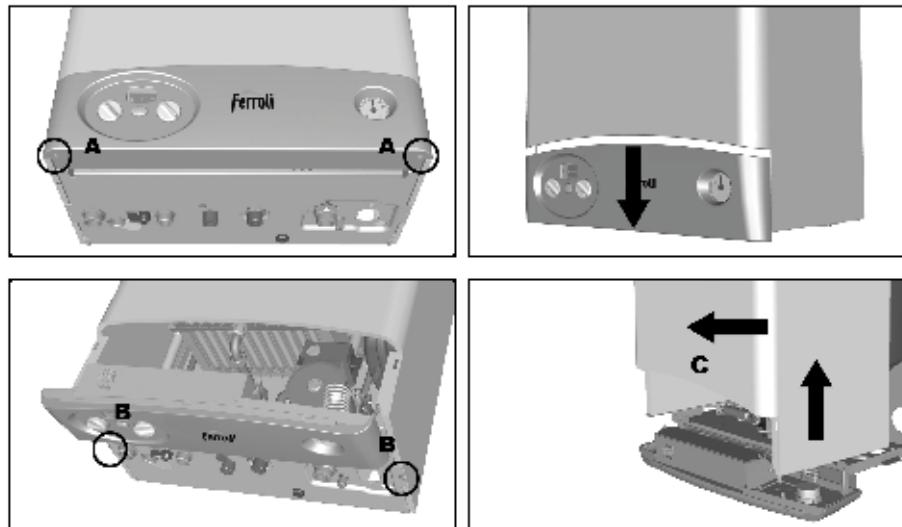

рис. 17 - Снятие кожуха
1. Отвинтите оба винта "A" (см. fig. 17).
2. Опустите панель управления (см. fig. 17).
4. Полнотью отвинтите оба винта В (см. fig. 17).